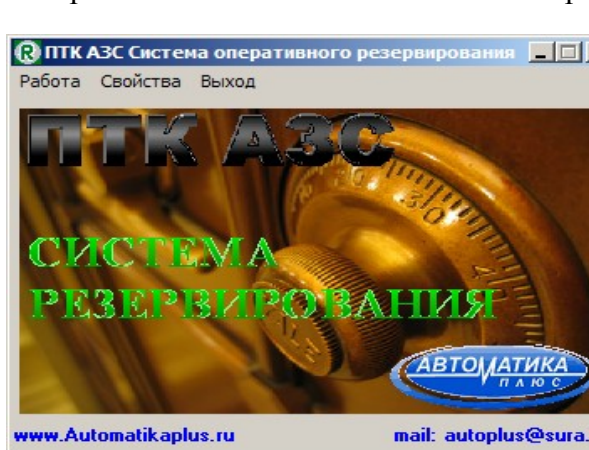

Рис. 1
2. Выполните двойной щелчок на в правом нижнем углу экрана монитора. На экране появится окно «ПТК АЗС. Резервное копирование файлов», соответствующее рис. 1.
Рис.1а